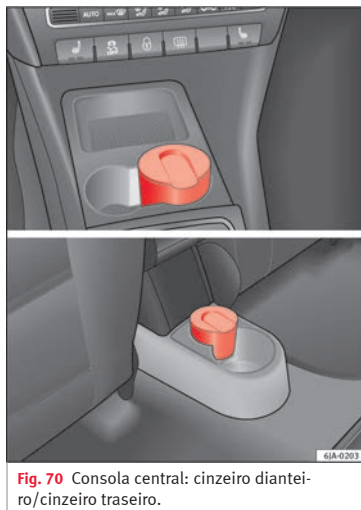

Fig. 70 Consola central: cinzeiro dianteiro/cinzeiro traseiro.
- O cinzeiro » **Fig. 70** retira-se puxando-o para cima.